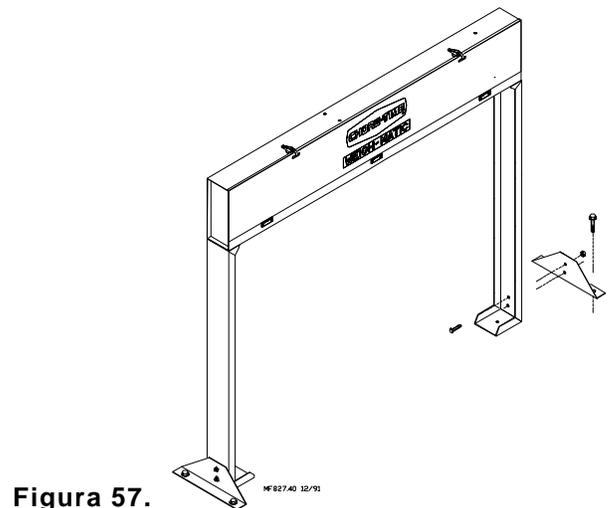

Figura 57.
3. Fijar las patas y los soportes de las patas a la caja del astil. Fijar la caja del astil en su lugar en la fundación del silo. Ver la **Figura 57**.